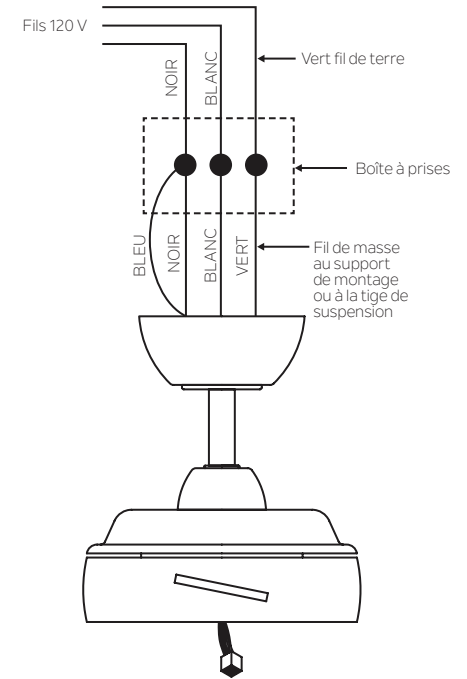

Fig. 12
Étape 1. Connecter le fil alimentation du ventilateur (noir) et le fil pour l'éclairage (bleu) au fil d'alimentation noir du domicile (voir la figure 12).